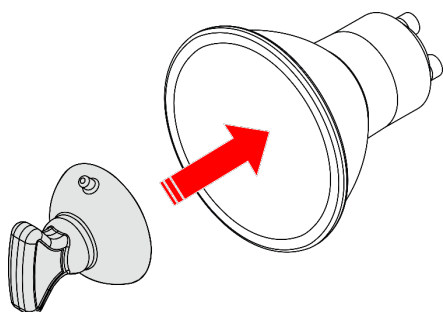

Abb. 04
- 01) Befestigen Sie den mitgelieferten Saugnapf an der Glühbirne (siehe Abb. 04).